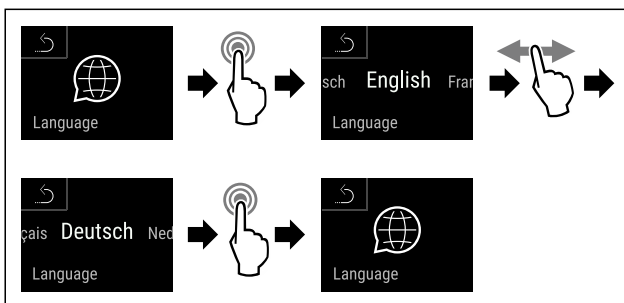

Fig. 89
- ▶ Suorita toimenpidevaiheet (katso Fig. 89).